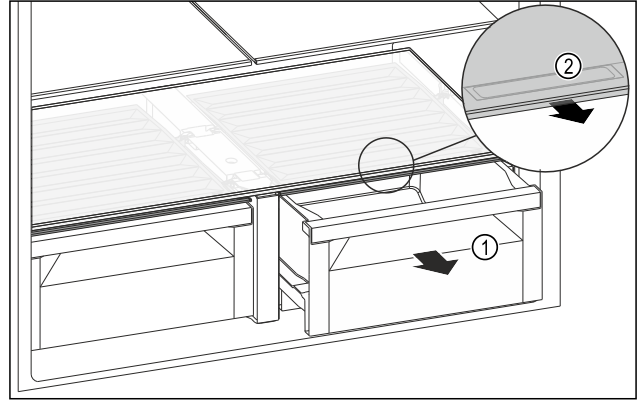

Fig. 104
- Çekmece bölmesini Fig. 104 (1) çekerek çıkarın.
- Raf kapağındaki tutma boşluğundan Fig. 104 (2) tutun ve aynı anda raf kapağını öne doğru çekin.